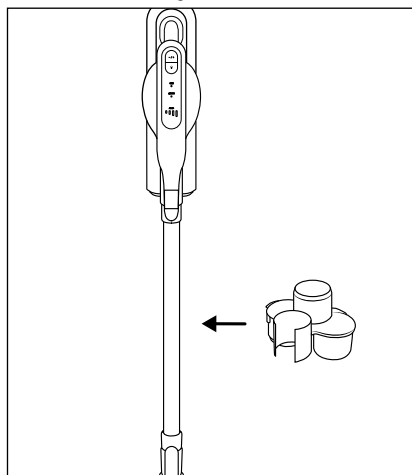

Fig. 19
- ◆ Fissare il porta-accessori **17** al tubo di aspirazione **24** (vedere fig.19).